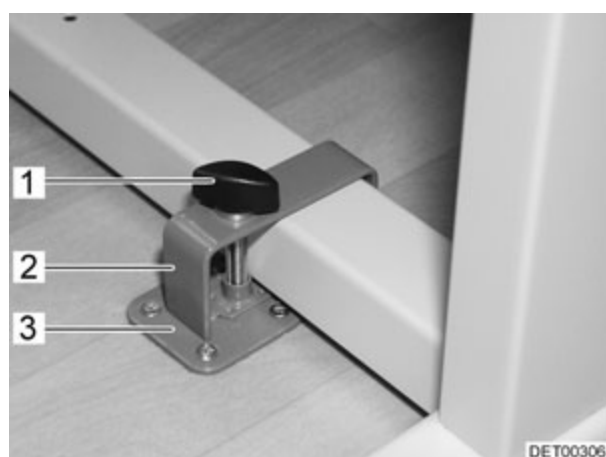
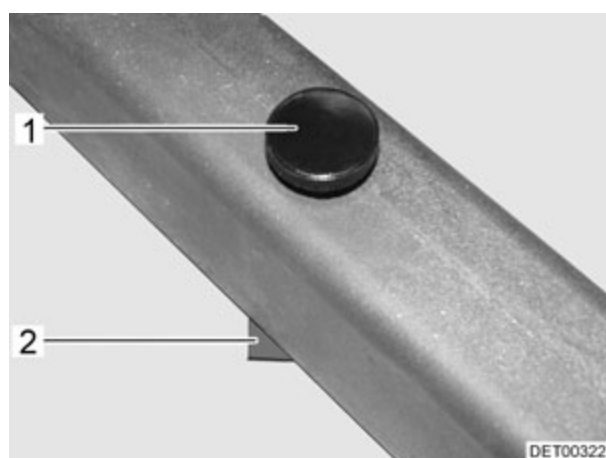

Fig. 49 Dispositif de blocage de la table pivotante (variante 1)
Fig. 50 Dispositif de blocage de la table pivotante (variante 2)
- Placer la table pivotante près du support (Fig. 49,3) ou sur celui-ci (Fig. 50,2).
- Placer l'étrier (Fig. 49,2) avec la vis de fixation (Fig. 49,1) par-dessus le pied de table.
- Pousser l'étrier et, le cas échéant, la table pivotante de telle sorte que la vis de fixation (Fig. 49,1 ou Fig. 50,1) puisse être vissée dans le support (Fig. 49,3 ou Fig. 50,2).